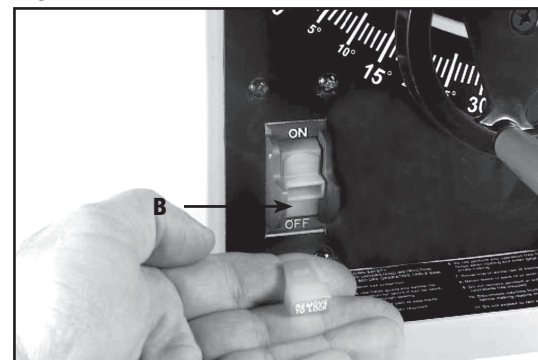

Fig. 28
IMPORTANTE: Quando a ferramenta não estiver em uso, deixe a chave na posição “desligar” para evitar uso nãoautorizado. Para travar a ferramenta, segure o interruptor articulado (B) e puxe-o para fora da chave (Fig. 28). Com o interruptor articulado (B) removido, a chave não funcionará. No entanto, se este for removido enquanto a serra estiver em funcionamento, a máquina pode ser “DESLIGADA”, mas não religada se o interruptor não for recolocado (B).